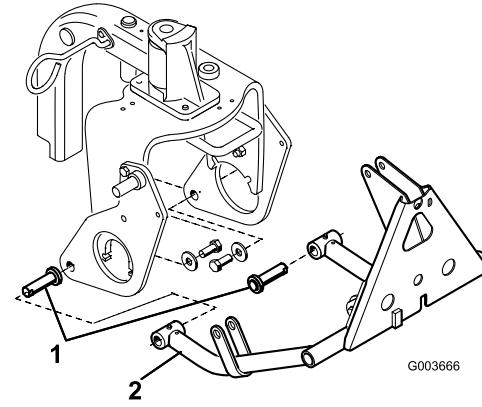

Bild 8
3. Stecken Sie einen Zylinderstift in jedes Schubarmrohr, siehe Bild 8.
4. Setzen Sie die Schubarmrohre in die rechte und linke Befestigungsplatte und richtigen Sie die Zylinderstiftführungen mit den Löchern in den Befestigungsplatten aus (Bild 8).
5. Befestigen Sie jeden Zylinderstift mit einer Schraube (5/8 x 1-1/2 Zoll) und einer Scheibe (1,68 Außendurchmesser x 0,65 Innendurchmesser) an jeder Befestigungsplatte, siehe Bild 8. Ziehen Sie die Schrauben mit 203 Nm an.